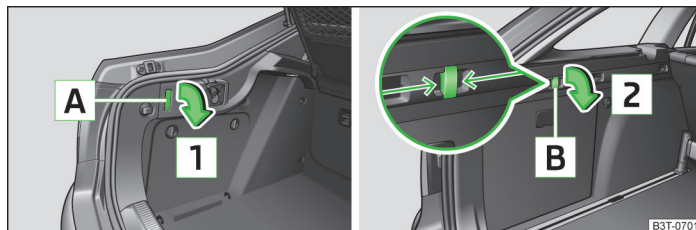

Fig. 86 Cârligul rabatabil: Superb / Superb Combi
► Superb: Apăsați pe partea de jos a cârligului și rabatați-l în jos, în sensul săgeții » fig. 86.
➤ Superb Combi: Apucați cârligul **B** în sensul săgeții și rabatați-l în jos în sensul săgeții **Z** » fig. 86.